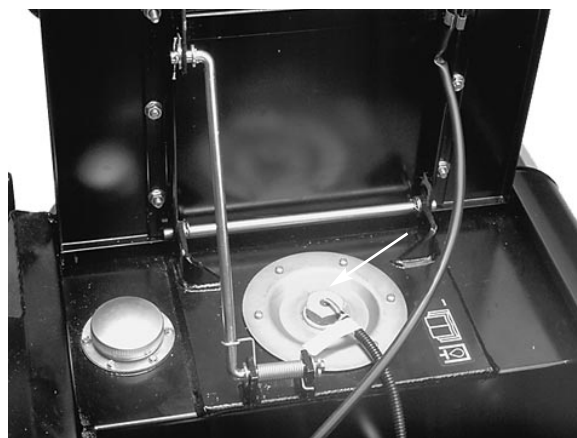

Fig. 33
2. Gjør rent rundt tanklokket (fig. 33), ta det av og etterfyll med hydraulisk olje til oljen står på linje med pilene på seglasset (fig. 32).